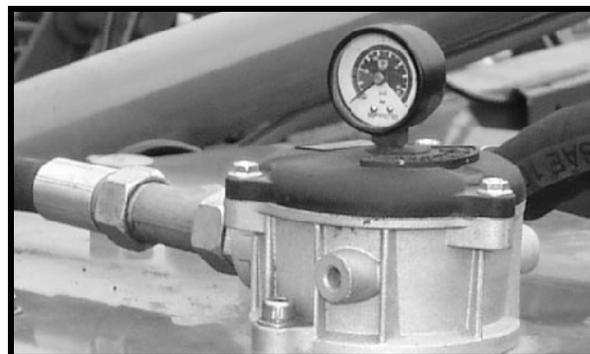

Fig. 132
- Les conduites de descente de semences (Fig. 132/1) des socs jalonneurs doivent être fixées aux ouvertures de la tête de distribution et pouvoir être fermées par les clapets (Fig. 132/2).
Pour créer deux traces, il est possible, pour chaque trace, d'obturer avec les clapets (Fig. 132/2) au niveau de la tête de distribution
- Désactivez les clapets non nécessaires (Fig. 132/2).